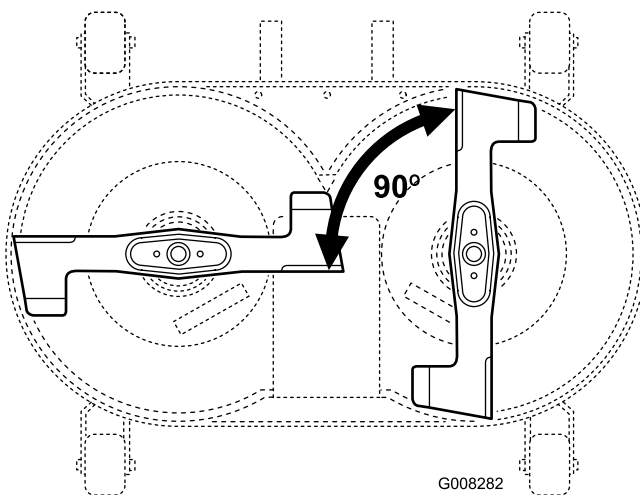

Figure 42
- Placez les lames à 90° l'une de l'autre (Figure 42).